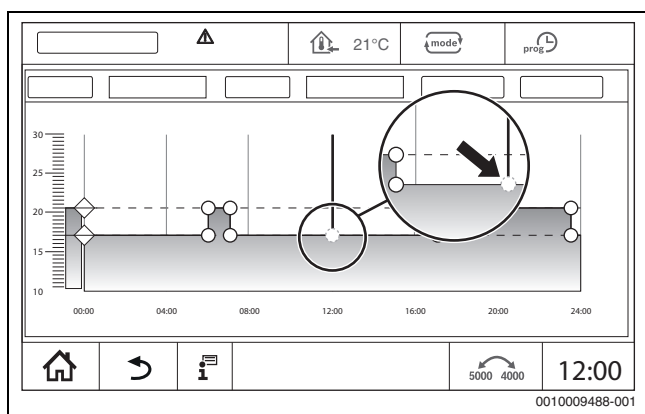

Bild 27 Schalterpunkt einfügen
- ▶ Schalterpunkt (→ Bild 27, Seite 25) antippen und auf die Temperaturlinie des Absenkbetriebs ziehen.